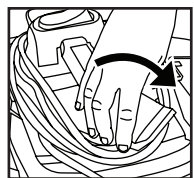

FIGURA 32
54. Tome los laterales del soporte posterior de enrollado de cable, y gírelos 180° en sentido de las agujas del reloj para regresarlo a su posición original. **FIGURA 32.**